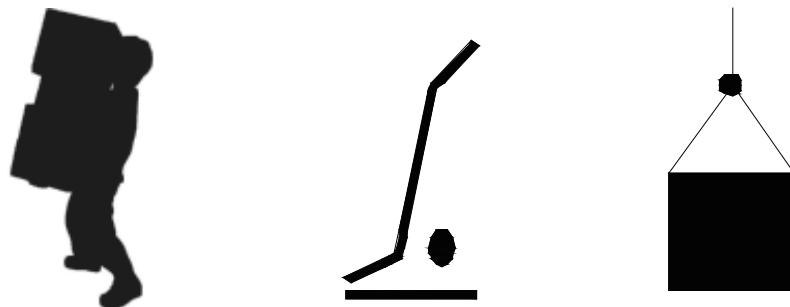

图9-2
3. 3、产品搬运一般采用手提式或小车搬运移动、吊装移动，如图9-2所示。